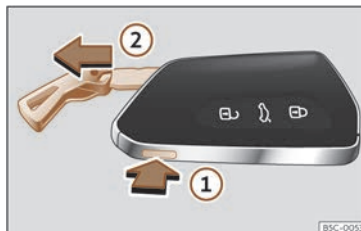

Fig. 79 Chave do vehículo: extraer o espadín.
- Prema o botón >>> **fig. 79 ①** para facer saír a argola a modo de chaveiro e poder extraer o espadín **②**. Se preme lixeiramente sobre a argola, esta quedará fixa a modo de chaveiro.
- Prema o botón >>> **fig. 79 ①** para desbloquear. Manteña premido o botón **①** e ao mesmo tempo tire da argola na dirección da frecha >>> **fig. 79 ②** para extraer completamente o espadín.